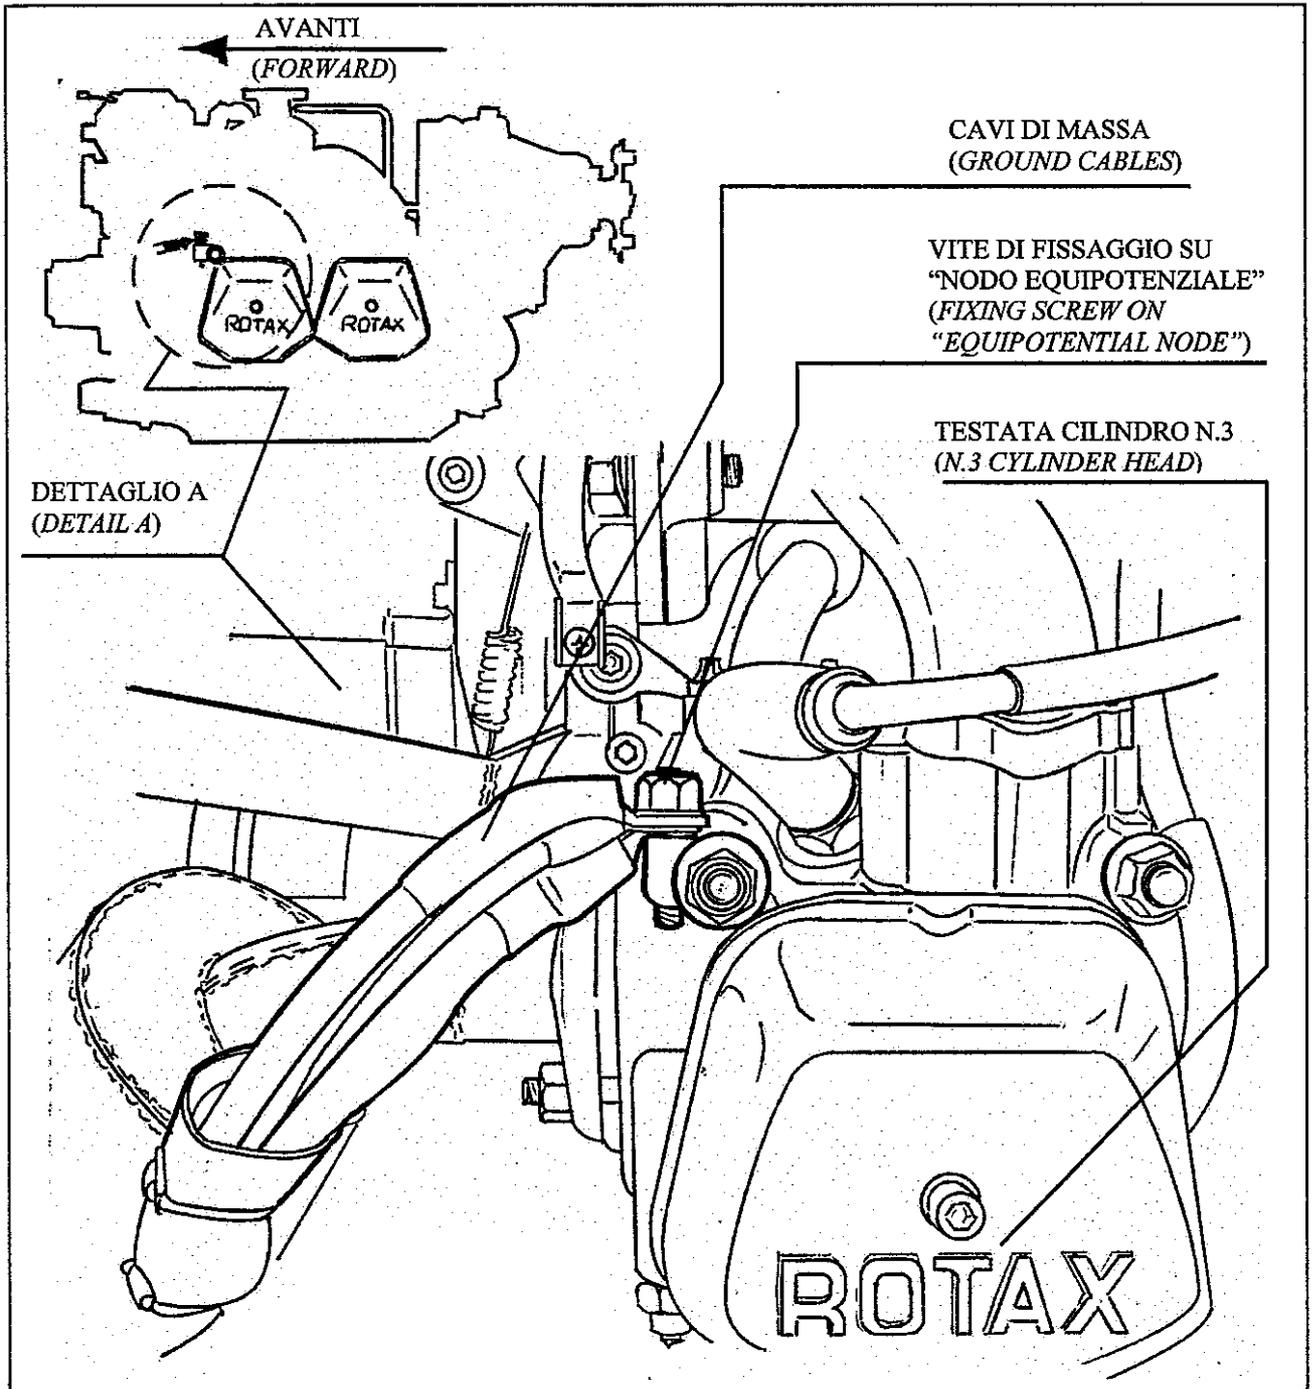

Fig.2
Sui velivoli/kit Sky Arrow, il collegamento a massa di vari equipaggiamenti elettrici di bordo è realizzata usando una o più delle 4 sedi predisposte sul motore ROTAX (d'ora in poi denominate per brevità 'nodi equipotenziali'), posizionate a lato delle teste dei cilindri (vedi fig.1). Il nodo in corrispondenza del cilindro n.3 (vedi fig.2) è il nodo equipotenziale sul quale terminano (con i rispettivi terminali ad occhio e vite di fissaggio frenata con Loctite) tutti o gran parte dei cavi di massa dei suddetti equipaggiamenti.
- a) Svitare, con una chiave da 10 mm, la vite di fissaggio su nodo equipotenziale (indicata in fig. 2), liberando i terminali ad occhio dei cavi elettrici da essa fissati;
*On the Sky Arrow aircraft/kits the ground connection of several on board electric equipment is made using one or more of the 4 prearranged housings (hereinafter called 'equipotential nodes' for sake of brevity), located at the side of the cylinder heads of the ROTAX engine (see fig.1). The cylinder n.3 equipotential node (see fig.2) is the point where all or most of the ground cables of the above mentioned equipment have their terminal eyelet connectors (fixed by the respective screw secured with Loctite adhesive).*
- a) *Unscrew, by a 10 mm wrench, the fixing screw on the equipotential node (indicated in fig.2), disconnecting the relevant eyelet terminal connectors of the ground cables;*